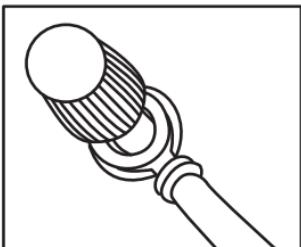

Abb. 1
- Lösen Sie die rote Mutter **16** am Spannungswandler **1**. Führen Sie die rote Gabelöse des Kabels mit 12-V-Kfz-Zigarettenanzünder-Stecker **12** mit der Öffnung über den Schraubanschluss **7** (siehe Abb.1). Achten Sie darauf, dass die Unterlegscheibe zwischen Gabelöse und Mutter **16** liegt.
- Lösen Sie die schwarze Mutter **17** am Spannungswandler **1**. Führen Sie die schwarze Gabelöse des Kabels mit 12-V-Kfz-Zigarettenanzünder-Stecker **12** mit der Öffnung über den 12-V-Schraubanschluss **8** (siehe Abb. 1). Achten Sie darauf, dass die Unterlegscheibe zwischen Gabelöse und Mutter **17** liegt.
- Lösen Sie die rote Mutter **16** am Spannungswandler **1**. Führen Sie die rote Gabelöse des Kabels mit Anschlussklemme rot **10** über den 12-V-Schraubanschluss **7** (siehe Abb. 1). Achten Sie darauf, dass die Unterlegscheibe zwischen Gabelöse und Mutter **16** liegt.
- Lösen Sie die schwarze Mutter **17** am Spannungswandler **1**. Führen Sie die schwarze Gabelöse des Kabels mit Anschlussklemme schwarz **11** über den Schraubanschluss **8** (siehe Abb. 1). Achten Sie darauf, dass die Unterlegscheibe zwischen Gabelöse und Mutter **17** liegt.